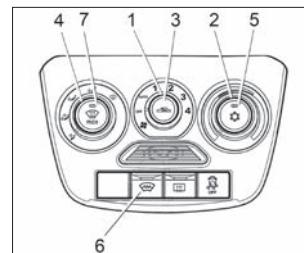

Рис. 39. Блок управления климатической системой (в вариантом исполнении)
В вариантом исполнении (см. рис. 39) климатическая установка имеет дополнительный режим кондиционирования, обеспечивающий охлаждение воздуха, подаваемого в салон автомобиля. При этом логика и алгоритмы управления, описанные выше для системы вентиляции и отопления, верны и для климатической установки с кондиционером.
2. Включите вентилятор, установив **рукоятку 1** (см. рис. 39) в одно из положений «1», «2», «3» или «4».
Для установки желаемой температуры воздуха в салоне поверните **рукоятку 2** (см. рис. 39) по часовой стрелке для повышения, против часовой стрелки для понижения. Температура будет поддерживаться автоматически в пределах производительности климатической установки и установленного допуска.
2. Поверните **рукоятку 2** (см. рис. 39 против часовой стрелке в левое положение до упора (синяя точка на блоке управления).
4. **Рукояткой 1** (см. рис. 39) включите максимальную скорость вентилятора климатической установки (положение «4»).
С помощью **рукоятки 2** (см. рис. 39) можно установить желаемую температуру воздуха в салоне. Климатическая система будет автоматически поддерживать установленную температуру воздуха в салоне в пределах производительности климатической установки и установленного допуска.
Для очистки ветрового и передних боковых стекол от запотевания, обмерзания или наружного обледенения в автоматическом режиме установите **рукоятку 1** управления вентилятором климатической системы в положение «**AUTO**», нажмите **кнопку 7** (см. рис. 39) с символом  max. Климатическая система автоматически:
Для включения/выключения ЭОВС нажмите **кнопку 6** (см. рис. 39), при включении загорается индикатор на кнопке выключателя. Контрольный световой индикатор, расположенный на кнопке выключателя, будет светиться желтым светом в течение всего времени работы системы электро-